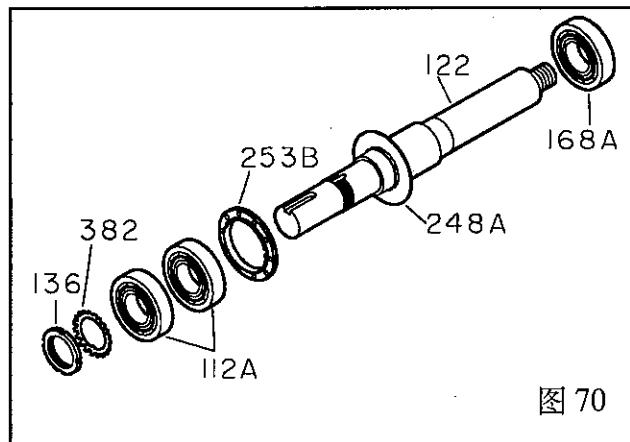

图 70
7. 拆下径向轴承 (168A) (图 70)。
8. 拆下轴承锁紧螺母 (136) 和锁紧螺片 (382)。